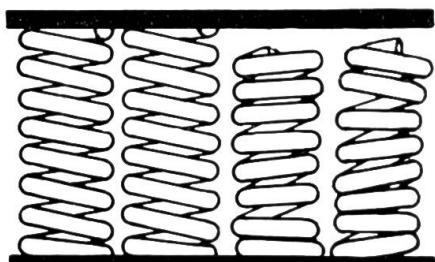

Fig. 6
e) Ventilfedern prüfen: Dieser Punkt wird meistens fälschlicherweise vernachlässigt. Bei den hohen Betriebstemperaturen, denen die Federn auf gewissen Motortypen ausgesetzt sind, und infolge der ununterbrochenen Beanspruchung, kann auch der beste Federstahl mit der Zeit erlahmen (Fig. 6). Die Folge ist, dass das Ventil zu langsam oder mit zu wenig Druck geschlossen wird und heisse Verbrennungsgase zwischen Sitz und Ventil vorbeistreichen, die den Sitz verbrennen.